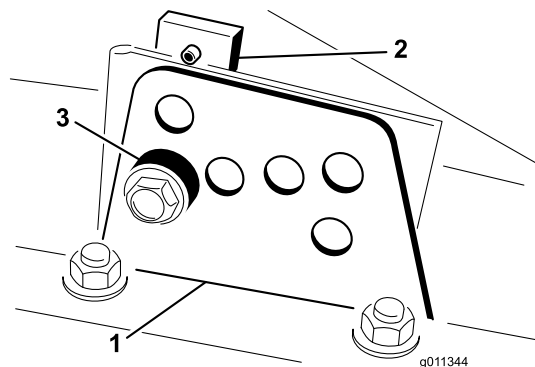

Bild 3
2. Lockern Sie die Schraube, mit denen die Schnitthöhenhalterungen an der Schnitthöhenplatte (vorne und an beiden Seiten) befestigt sind (Bild 3).
4. Entfernen Sie das Distanzstück, während Sie gleichzeitig die Kammer abstützen (Bild 3).